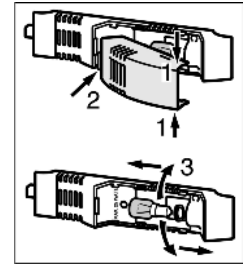

Fig. 9
- ▶ Saisir la protection d'ampoule en haut et en bas *Fig. 9 (1)*.
- ▶ Déclipser à l'arrière et détacher la protection d'ampoule *Fig. 9 (2)*.
- ▶ Remplacer la lampe *Fig. 9 (3)*.